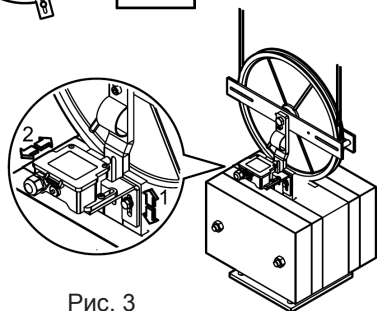

Рис. 3
- Отрегулируйте, на предохранительном выключателе, горизонтальное положение крепежных отверстий (Рис.3 – поз.2).